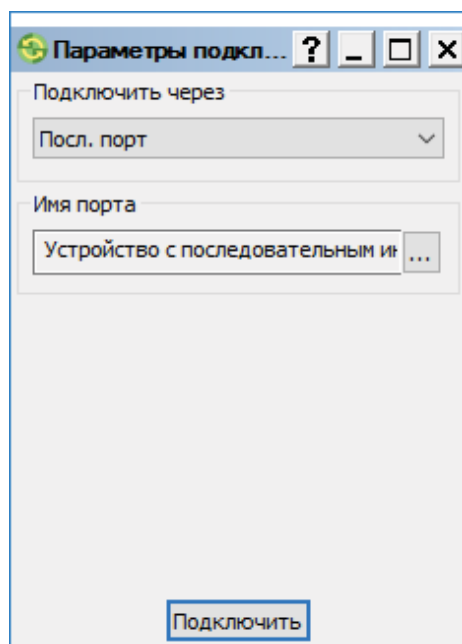

Рис. 28: Параметры подключения
3. Нажмите **Устройство** ▶ **Подключение**. Откроется диалоговое окно **Параметры подключения** (Рис. 28).